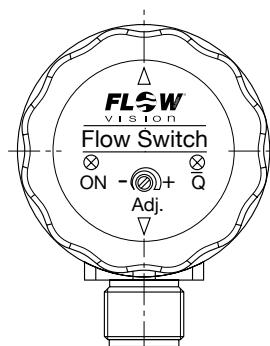

Fig. 9
- 2 Versorgungsspannung anschließen. Die grüne LED (ON) leuchtet (siehe Fig. 9).
- 2 Connect power supply. The green LED (ON) lights (see fig. 9)
- 3 Die gelbe LED (\bar{Q}) im Strömungswächter zeigt den momentanen Ist-Bereich des Schaltpunktes an (siehe Fig. 9).
- 3 The yellow LED (\bar{Q}) on the Flow Monitor indicates the actual range of response value (see fig. 9).